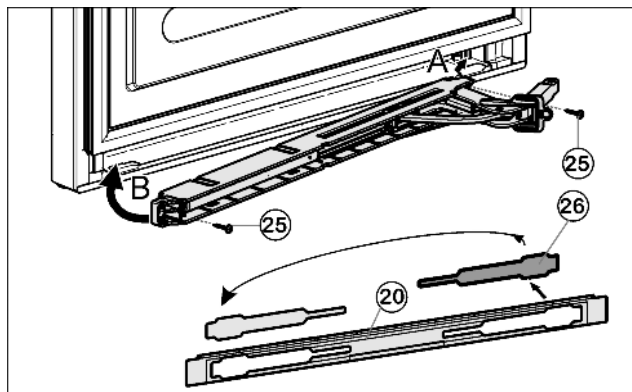

Fig. 15
- ▶ Освободите крышку Fig. 15 (26) из накладки Fig. 15 (20) и снова установите её на другой стороне.
- ▶ Прикрутите (2 шт. Torx® 15) Fig. 15 (25) узел амортизатора закрывания дверцы.